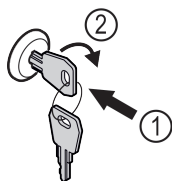

Fig. 125
- ▶ Vstavite ključ Fig. 125 (1).
- ▶ Ključ obrnite v smeri urnih kazalcev za 90° Fig. 125 (2).